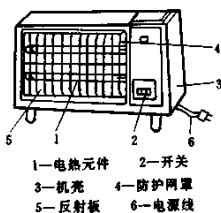

图 2-6-5 反射式空间取暖器结构
2. 反射式空间电热取暖器:此类取暖器是靠反射板将热量发散到空间去的,其结构可用图 2-6-5 来说明。反射板一般采用不锈钢或铝板抛光后制成抛物曲面或圆弧